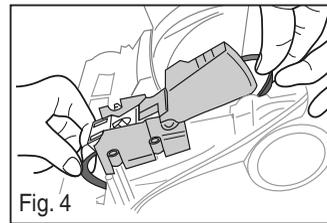

Fig. 4
- Para usar una herramienta directamente en la empuñadura del mango, presione el botón y retire la varilla (Fig. 4).
- Coloque la banda nueva debajo del mecanismo del pedal del cepillo de rodillo y alrededor del eje. Luego coloque el otro extremo de la banda alrededor del cepillo de rodillo (Fig. 4).